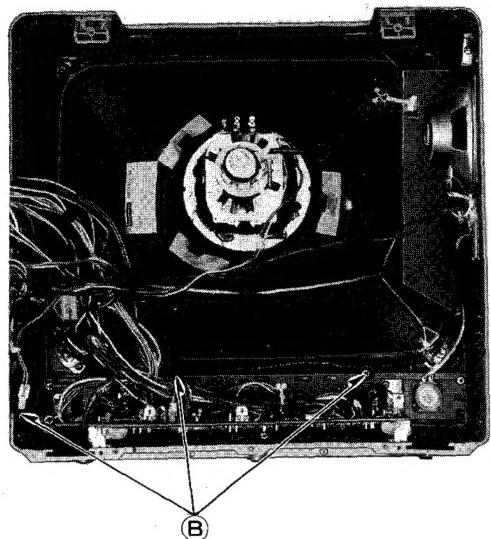

Fig. 2 Abb. 2
1. Remove 3 screws (B) in fig. 2.
1. Die 3 Schrauben (B) in Abb. 2 entfernen.